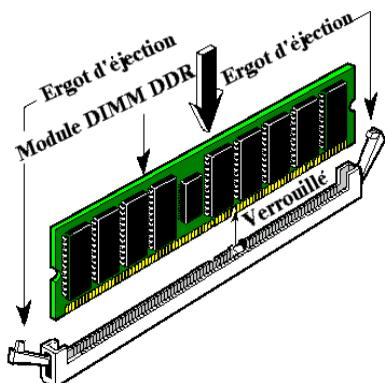

Figure 2-6. Installation du module mémoire DDR
- Etape 5.** Insérez le module mémoire dans le socket DDR DIMM comme illustré dans l'illustration. Notez comment le module est maintenu dans le socket. Vous pouvez vous référer à la figure 2-6 pour les détails. **Ceci assure que le module DDR DIMM ne pourra être inséré que dans un seul sens.** Pressez fermement le module DDR DIMM dans le socket DDR DIMM pour